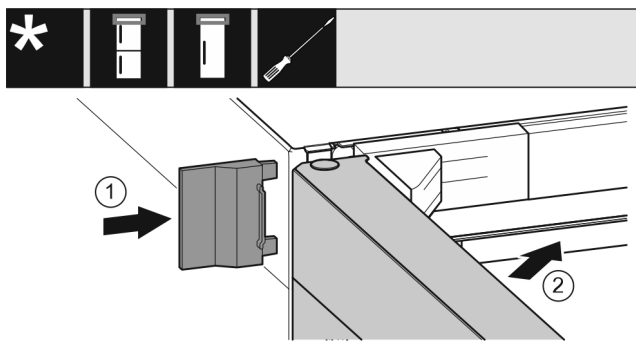

Fig. 25
- ▶ Montați capacul exterior Fig. 25 (1).
- ▶ Închideți ușa superioară Fig. 25 (2).